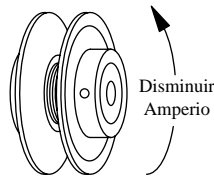

Fig. 5
• **Ajustar la polea.** Con un amperímetro, mide el amperio del motor. Ajuste la polea del motor hasta que el amperio sea menos por poco de lo que se especifica la placa de identificación del motor. Al ajustar la polea, afloje el tornillo de ajuste con punta plana y gire la polea. Apriete el tornillo de modo que la punta del tornillo queda sobre el área plana, si no, dañaría las roscas. El incrementar el diámetro de la polea, incrementa también el amperio; el disminuir el diámetro de la polea, disminuye también el amperio (véase fig. 5). Vuelva a inspeccionar la alineación de la correa.